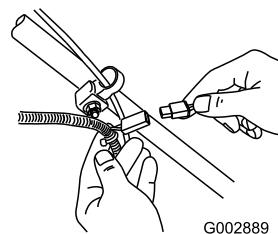

Bild 30
- Schließen Sie das Ladegerät an den Kabelbaum an, der sich unter der Elektrostarttaste befindet (Bild 30).